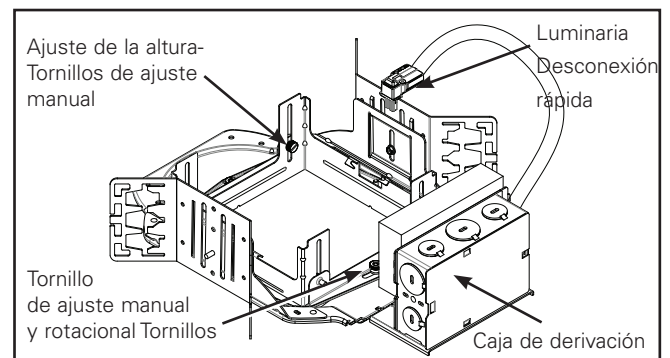
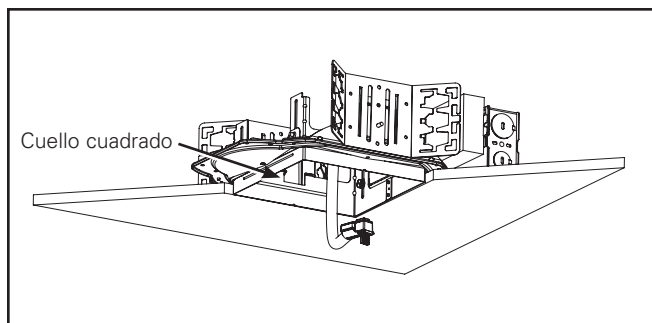

Figura 1.
Figura 2.
2. Ajuste los tornillos de ajuste del soporte suspensión (Figura 1.) para que modo la parte inferior del cuello cuadrado quede a ras de la línea del cielo raso acabado. (Figura 2.) El soporte de suspensión es reversible para un ajuste total de 5".
modo que el cuello quede a ras con el cielo raso. Una vez lograda la altura deseada, ajuste los tornillos de ajuste manual (Figura 1.).
4. (Rotación): Si se requiere rotar el cuello cuadrado, afloje los 2 tornillos de ajuste manual. Gire el cuello cuadrado a la posición deseada. Ajuste los tornillos de ajuste manual al finalizar (Figura 1.).
1. Coloque el extremo del conducto flexible a través de la apertura del marco en el techo tal que quede expuesta la parte superior del dispositivo de desconexión rápida (Figura 2.).